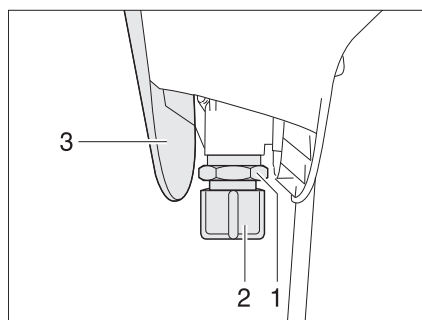

Fig. 162 Válvula del inodoro por vacío
- Quitar la tapa (Fig. 162,3).
- Destornillar el capuchón de cierre (Fig. 162,2).
- Colocar un recipiente apropiado debajo de la válvula (Fig. 162,1).